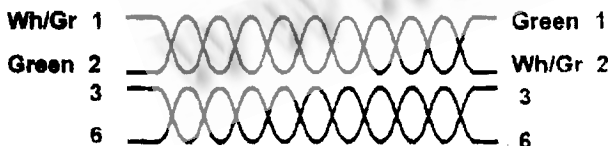

图 2
4. **极性接反**:同一对线在两端针位接反,一端为 1&2,另一端为 2&1。如图 2 所示: